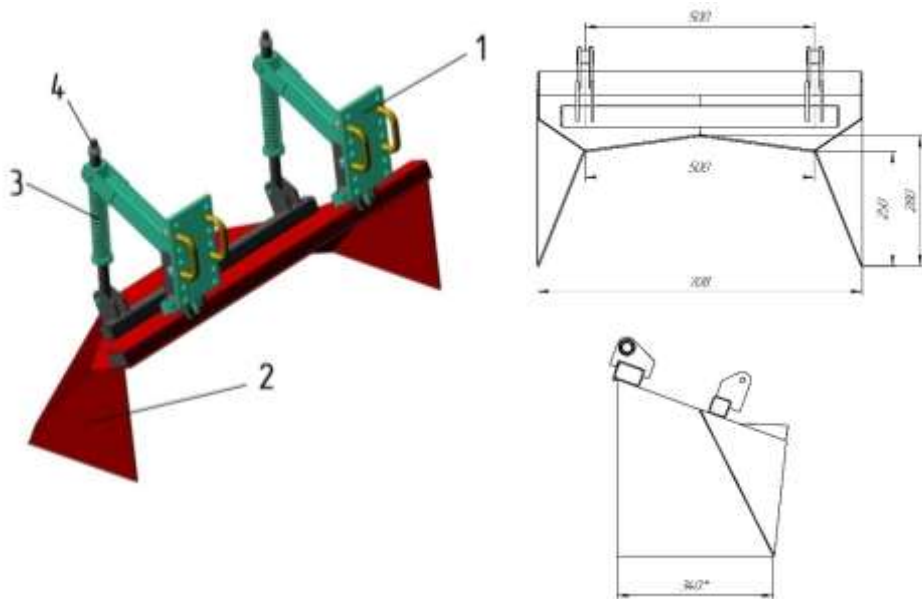

Рисунок 8 – Гребнеобразователь с подвесом (вариант поставки)
3.1.10 Гребнеобразователь с подвесом (рисунок 8) выравнивает гребнистость гряды с образования формы гряды. Состоит из кронштейна 1 для подвеса на центральную балку рамы, предохранительного механизма 3 и самого гребнеобразователя 2. Высота гребнеобразователя регулируется путем смещения подвеса по отверстиям в пластине кронштейна 1. Предохранительный механизм 3 прижимает гребнеобразователь к почве и гасит удары от посторонних предметов или неровностей, попадающих под гребнеобразователь. Натяжение пружины регулируется гайкой натяжной 4.